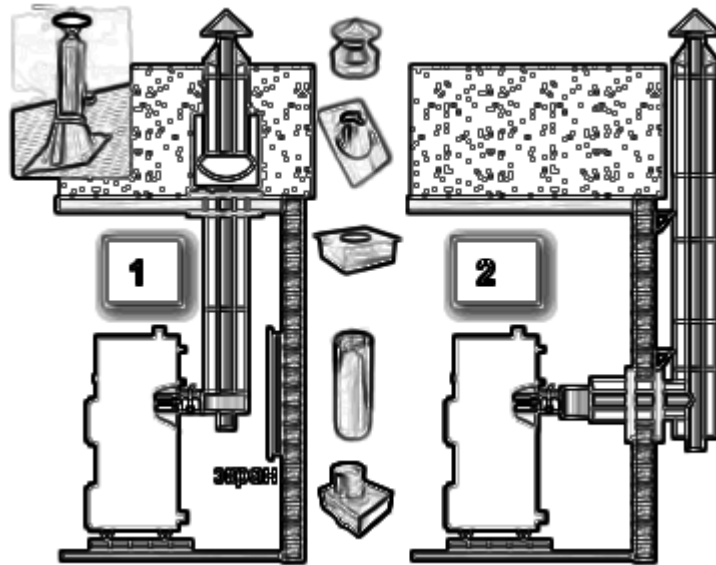

Рис. 2.1 Схеми установки димаря (1- не утеплений, 2- утеплений)
- також будь-який опалювальний котел (крім електричного) вимагає підключити димохід. Він може бути як усередині приміщення (не утеплений) і виходити вертикально через дах, так і спочатку виходити горизонтально через стіну і підніматися вздовж стіни будинку вище за коник (утеплений) (рис. 2.1). Будь-який димар необхідно щорічно чистити та стежити за його станом.